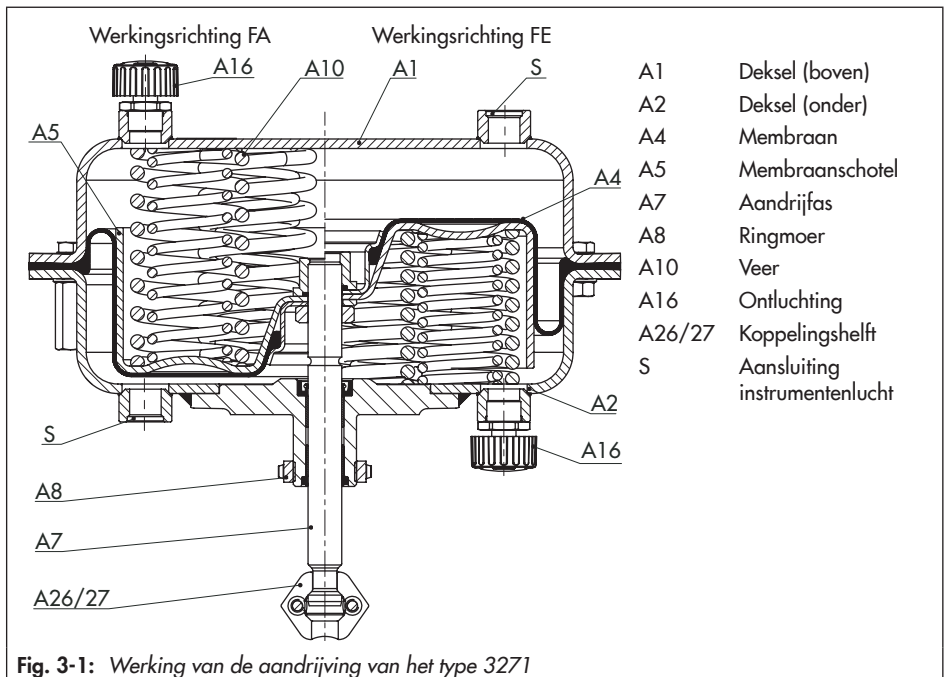

Fig. 3-1: Werking van de aandrijving van het type 3271
In essentie bestaat de aandrijving uit twee deksels (A1, A2), het membraan (A4) met de membraanschotel (A5) en de veren (A10), zie Fig. 3-1.
In de uitvoering 'Aandrijfas uitgaand door veerkracht FA' wordt de regeldruk via de onderste aansluiting instrumentenlucht (S) in de onderste membraankamer geleid en beweegt de aandrijfas (A7) tegen de veerkracht in omhoog (zie Fig. 3-1, linkerzijde).
In de uitvoering 'Aandrijfas ingaand door veerkracht FE' wordt de regeldruk via de bovenste aansluiting instrumentenlucht (S) in de bovenste membraankamer geleid en beweegt de aandrijfas (A7) tegen de veerkracht in omlaag (zie Fig. 3-1, rechterzijde).